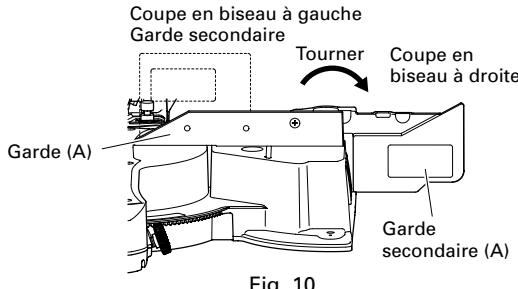

Fig. 10
Dans le cas d'une coupe en biseau à droite, soulever la garde secondaire (A) comme le montre la Fig. 10 puis la tourner dans le sens des aiguilles d'une montre.